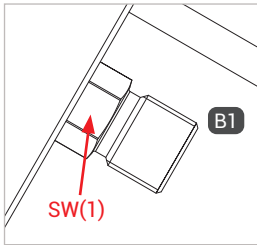

Abbildung 1
- ▶ Halten Sie beim Montieren des Füllschlauches an der Schlüsselfläche SW(1) (Abbildung 1) mit einem Gabelschlüssel gegen.
- ▶ Verschrauben Sie die Betriebsmedienzuleitung „B1“ druckdicht mit dem Anschluss des Füllschlauches (Abbildung 1). Anzugsdrehmoment siehe untenstehende Tabelle.